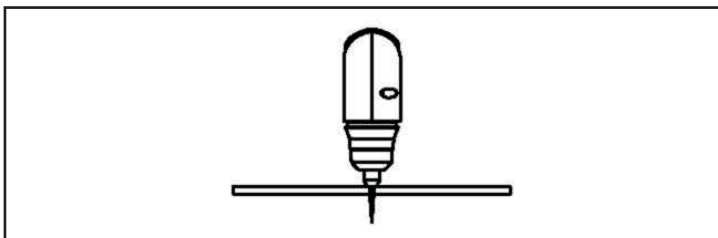

Рисунок 18
- Выполните прокол линии разреза, а затем продолжите резку по линии. Держите горелку перпендикулярно заготовке после завершения прокола. Рис.18